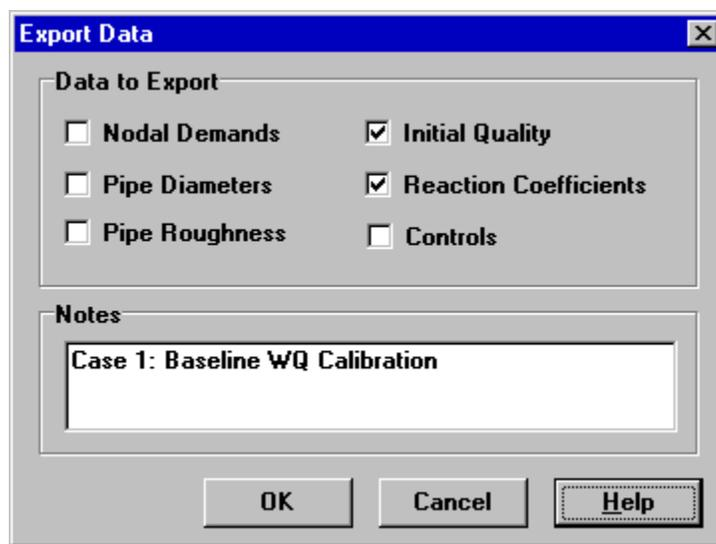

Fig. 11.1: cuadro de diálogo Export Data (Exportar datos)
2. En el cuadro de diálogo Export Data (Exportar datos) que aparece (consulte la fig. 11.1), seleccione los tipos de datos que desea guardar.